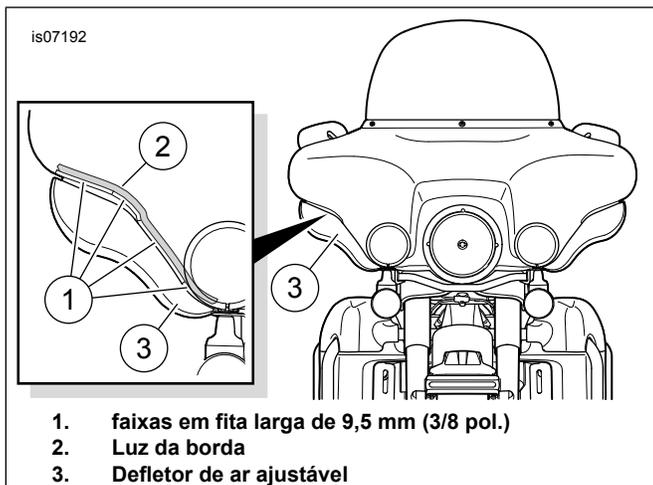

Figura 1. Luzes da borda da carenagem, área de instalação
1. Veja Figura 1. Teste o encaixe das luzes da borda (2) à carenagem externa antes da instalação. Não remova o forro enquanto não estiver pronto para aplicar as faixas de luz.